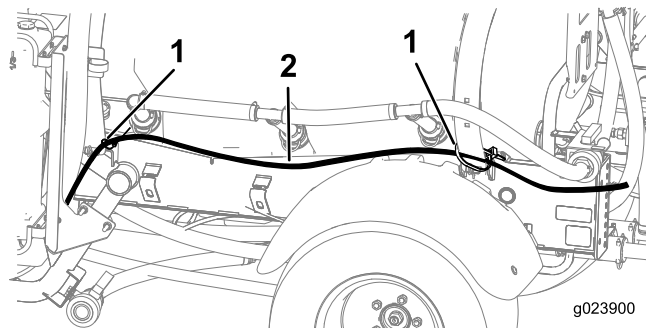

図 12
2. 泡ホース2本を、ブームから前方へ、車体の左右それぞれの側面に、取り付けブラケットと共に配設する（図 12）